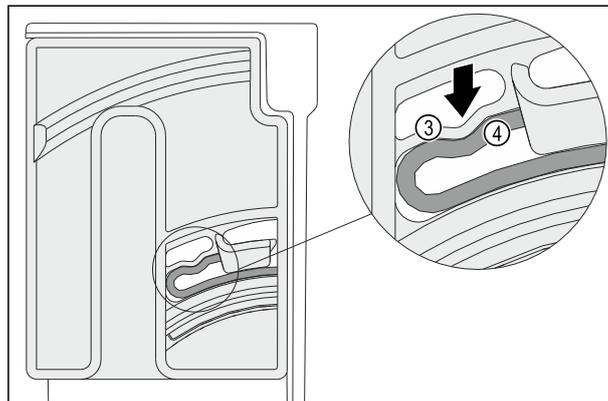

Fig. 120
- ▶ Vous entendrez l'élément élastique Fig. 120 (3) de l'unité de rotation s'enclencher dans la forme ronde de la nervure Fig. 120 (4).